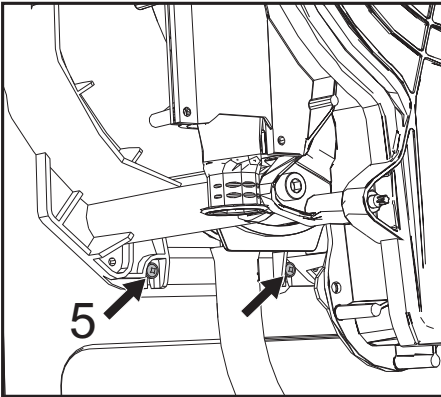

fig. 49
- Slăbiți cele 2 șuruburi **inferioare „5”** de fixare a schimbătorului de cadru (fig. 49)